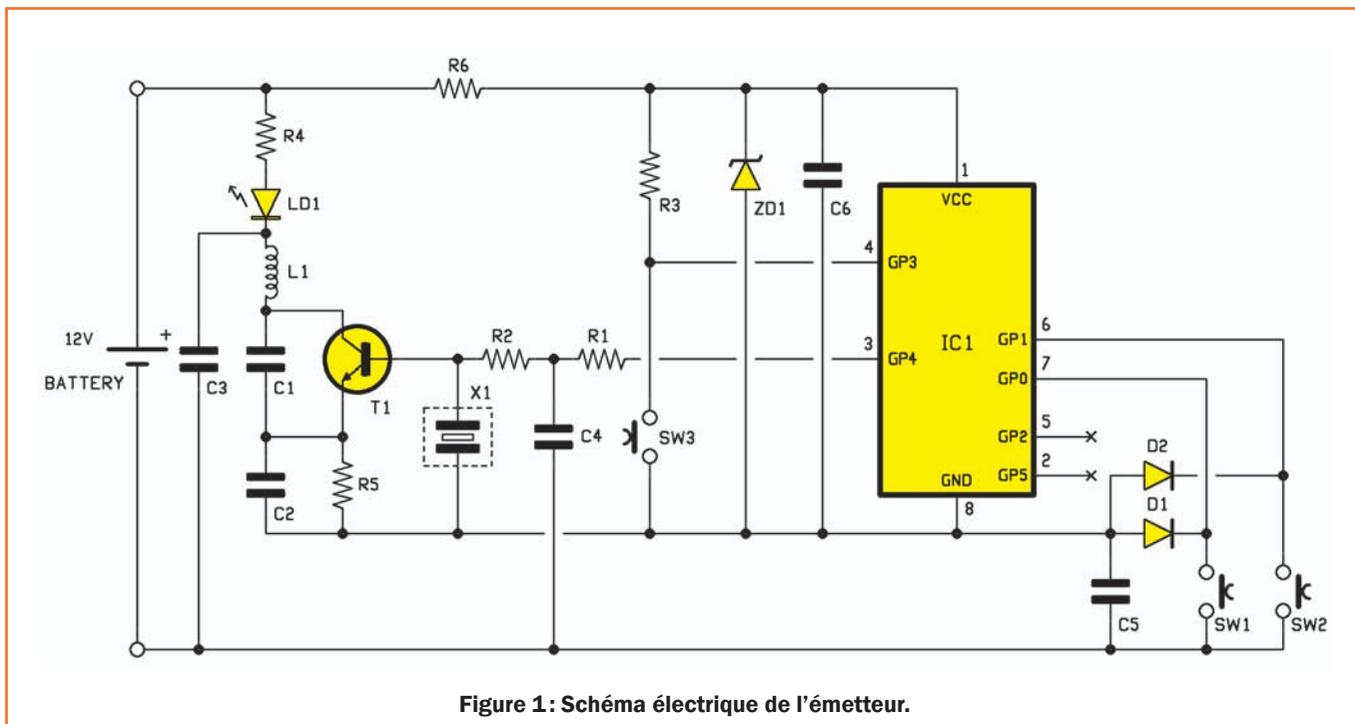

Figure 1: Schéma électrique de l'émetteur.
Le schéma électrique de la figure 1 (TX) comporte donc son microcontrôleur auteur des codes et un étage HF (et même UHF puisqu'il émet sur 433,92 MHz) produisant la porteuse qui les achemine, via l'éther, vers le récepteur. Le micro (un